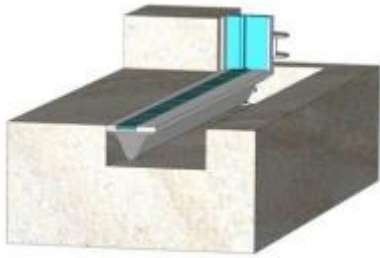

Abb. 8
- Sofern vorgesehen, ist nun das Bodenstück bauseits mit einem Fließmörtel gemäss Abb. 8. einzugiessen.